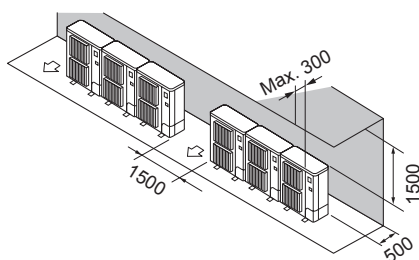

Fig. 2-13
- ② Prekážky len zozadu a zhora (Fig. 2-13)